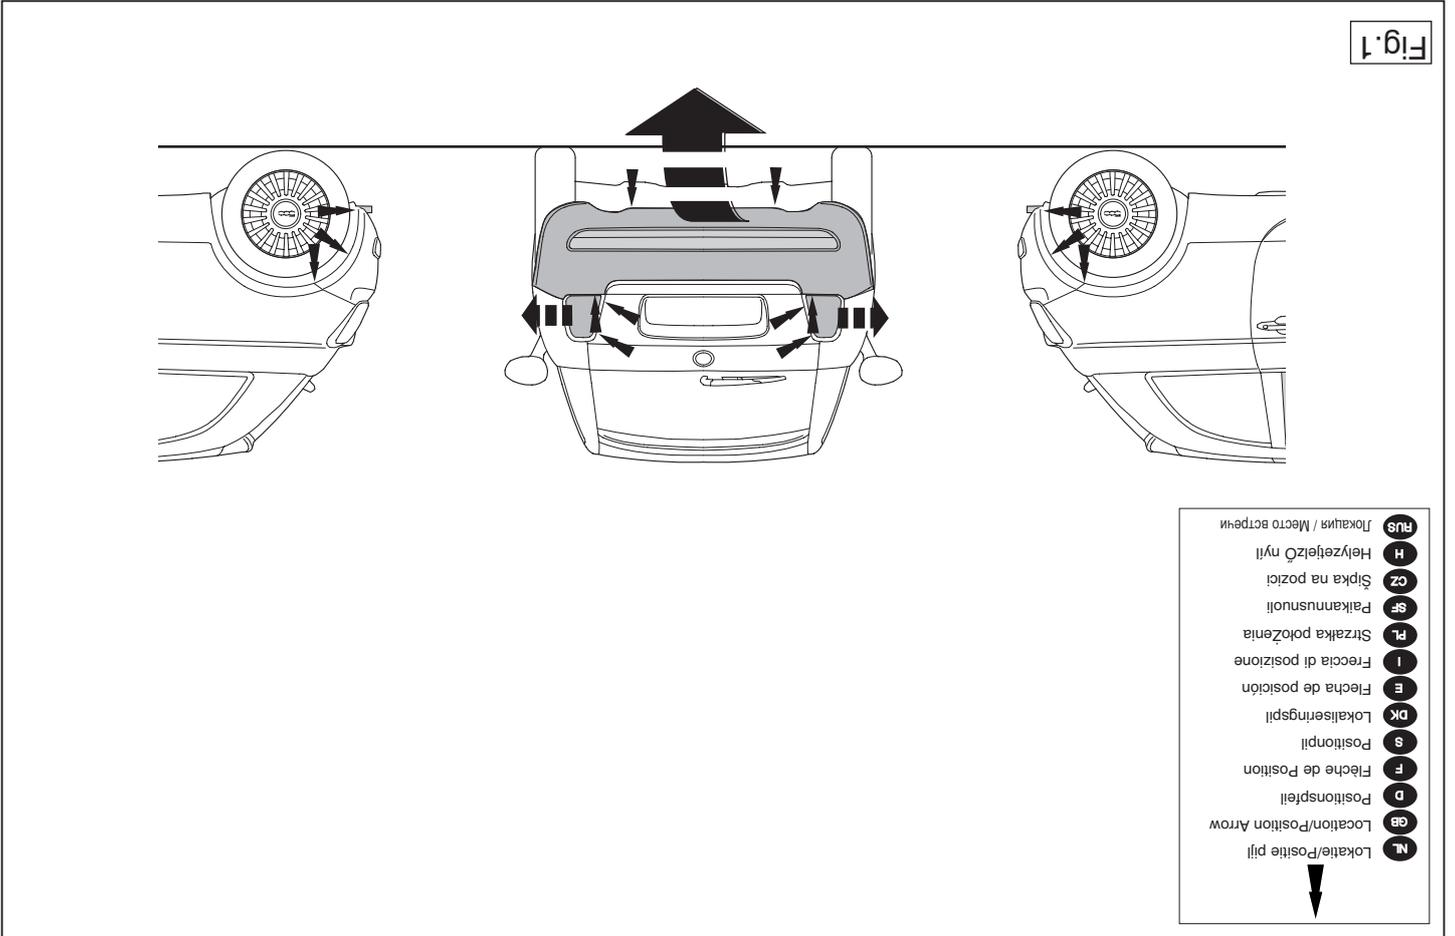

Fig.1
1. Remove the bumper and the steel buffer beam from the vehicle. (See figure 1).
1. Die Stoßstange einschließlich des stählernen Stoßbalkens vom Fahrzeug abmontieren. (Siehe Abbildung 1).
1. Déposer le pare-chocs du véhicule y compris la traverse en acier. (Voir la figure 1).
1. Demonter kofangeren, inklusive køretøjets stålstødbjælke. (Se fig. 1).